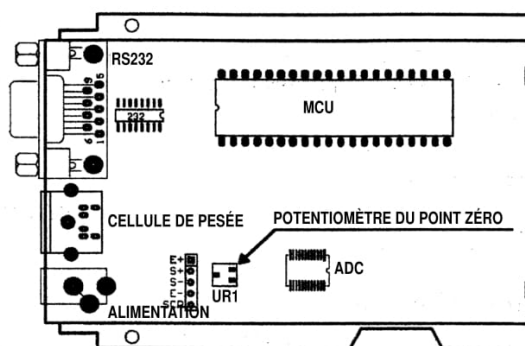

Figure 5.1 Emplacement du potentiomètre du point zéro
2. Une augmentation ADC à pleine capacité (NFS) peut être effectuée en chargeant le poids (W) sur la plateforme et l'augmentation ADC de W est Nw. L'augmentation ADC de la pleine capacité WFS est $(NFS) = (Nw) \times (WFS) / W$.
- 2a. Il est possible qu'une valeur négative soit affichée à cause d'une erreur de la cellule de pesée ou à cause de la position du potentiomètre point zéro sur PCB. Cependant, le logiciel ne traite que les valeurs positives. Dans ce cas, la position du potentiomètre point zéro devra être ajusté pour que les données ADC soient positives et supérieures à $(Z_p \% + Z_k \%) \times NFS$. Normalement, l'indicateur est calibré en usine et ne requiert aucun ajustement. Pour savoir où est situé le potentiomètre du point zéro, voir la Figure 5.1. Le chiffre ADC diminue en faisant tourner le potentiomètre dans le sens horaire et augmente en faisant tourner le potentiomètre dans le sens antihoraire.